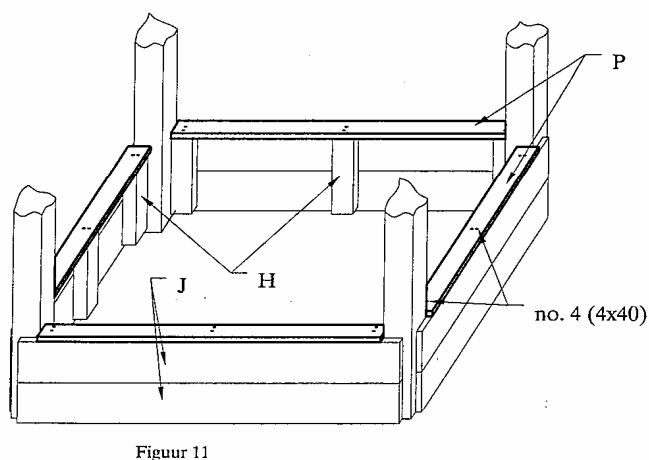

Figuur 9
13. Bevestig de klosjes I aan de balken A en B volgen figuur 9, zorg ervoor dat de bovenkanten van klosjes I gelijk zijn met de bovenkant van balken D2. Bevestig de klosjes I door middel van houtschroeven no. 5 (5x80).